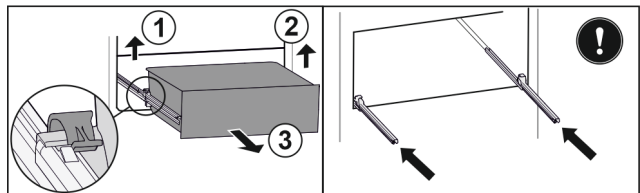

Fig. 37*
- ▶ Linke Klemme anheben und gleichzeitig das Schubfach links nach vorne ziehen Fig. 37 (1).*
- ▶ Rechte Klemme anheben und gleichzeitig das Schubfach rechts nach vorne ziehen Fig. 37 (2).*
- ▶ Schubfach nach vorne entnehmen Fig. 37 (3).*